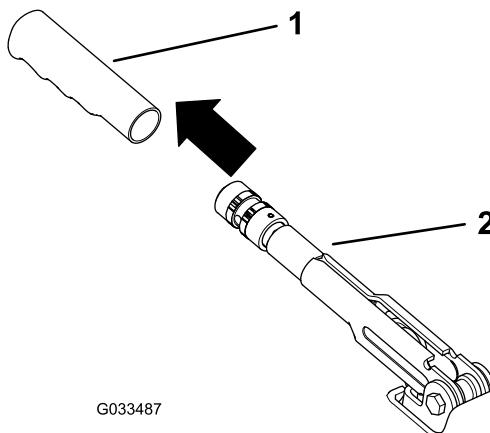

Figura 51
1. Retire la empuñadura de goma de la palanca del freno de estacionamiento (Figura 51).
5. Instale la empuñadura de goma en la palanca del freno de estacionamiento (Figura 51).